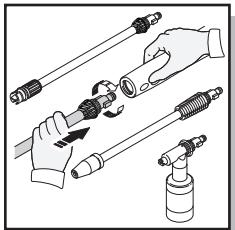

Fig. 6
- Mientras el fusil de rocío está en la posición cerrada, inserte la lanza turbo, la lanza ajustable de rocío, o la botella de detergente directamente en el fin del fusil de rocío insertando y empujar juntos y girando a la derecha simultáneamente (Fig. 6). Para quitar empujón juntos y la vuelta contra a la derecha Empuja el botón de seguro para cerrar el disparador en el fusil de rocío al cambiar el tanque de lanzas o detergente, para asegurar que ellos no expulsen accidentalmente con fuerza durante eliminación.